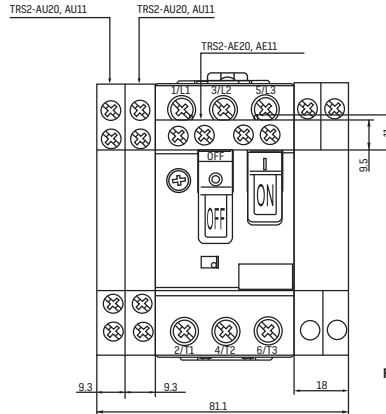

FIG. 4. POSIÇÃO DE INSTALAÇÃO E DIMENSÃO DOS ACESSÓRIOS TRS2-25
6.8 A posição de instalação e a dimensão dos acessórios são mostradas na Fig. 4.